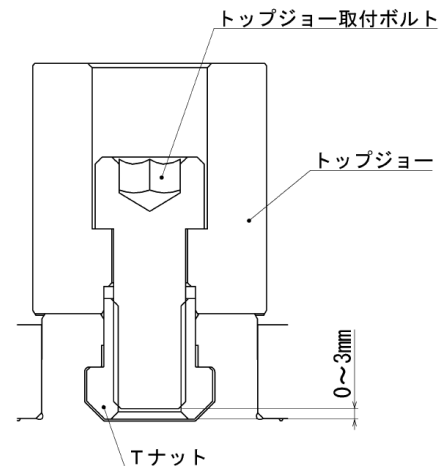

図 10
- ジョー取付ボルトの T ナットに対するねじ込み深さが浅いと、T ナットが破損し、ジョーや工作物が飛散して危険。取付ボルトが長すぎて T ナット底面から突き出ている場合も、トップジョーが固定されないため、ジョーや工作物が飛散して危険。従って、ジョー取付ボルトの全長は T ナットの底面より 0～3mm 程度とすること。(図 10 参照)